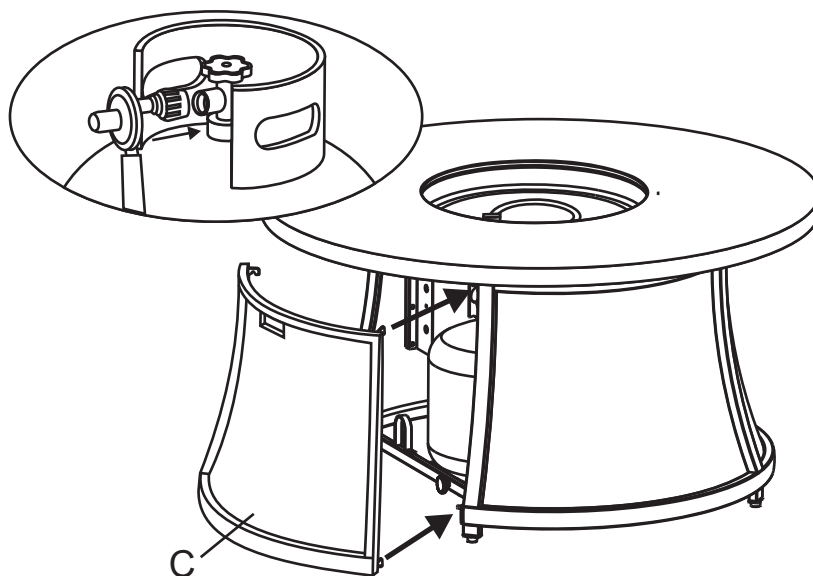

Figure 6
4. Prenez la porte et placer la bouteille de PROPANE dans le cadre du bas. Connecter le régulateur comme illustré à la Figure 6 vis de la poignée noire taraudage pour serrer. Tourner la manivelle anti-horaire à supprimer. Le tuyau doit pointer vers le bas. Ouvrez la porte de contrôle et vérifiez que la valve est tournée dans le sens horaire sur la position «OFF». Ouvrir le robinet du réservoir. Appliquer une solution d'eau savonneuse pour le raccordement de la cuve-régulateur et au raccord de tuyau de vanne- pour vérifier les fuites. Si les bulles de savon continuent à se former, la connexion a une fuite. Si une fuite est détectée, fermer la valve du réservoir et resserrer toutes les connexions.